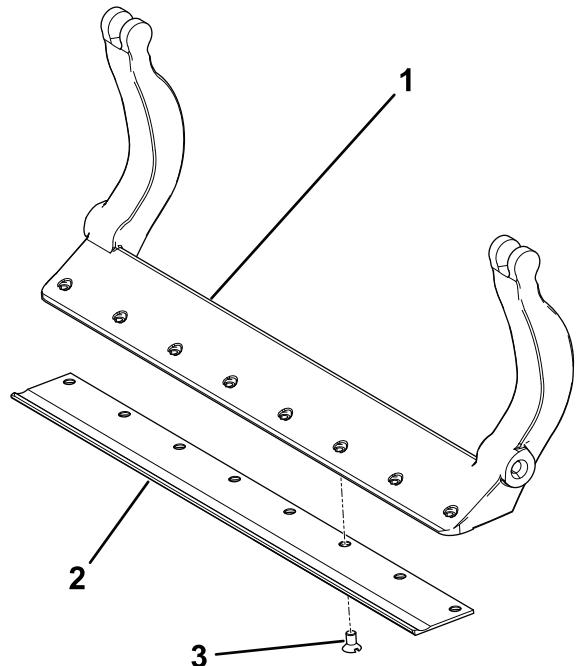

Figura 33
3. Aplique compuesto antiadherente a los tornillos e instale la contracuchilla en la barra de asiento del siguiente modo (Figura 33):